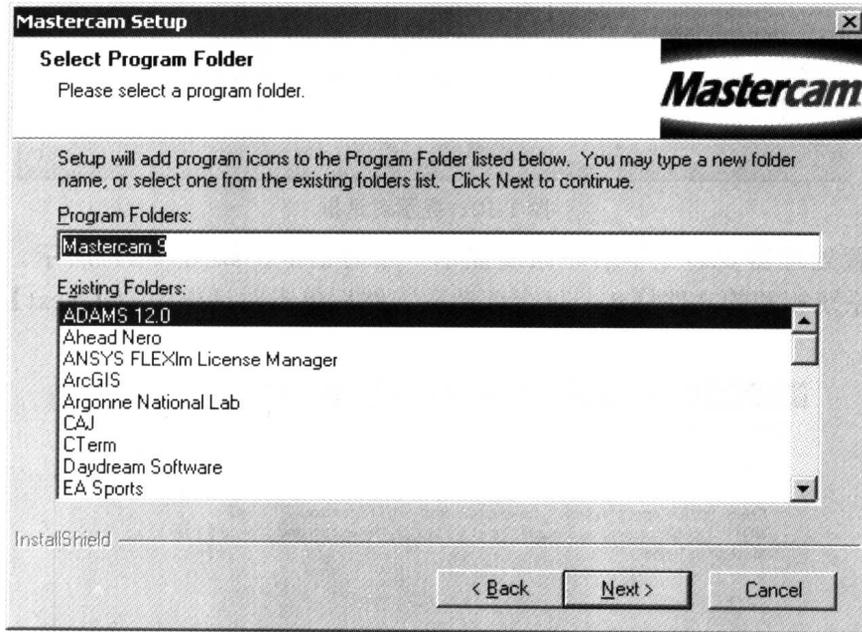

图 1-8 文件夹
8. 系统要求输入安装程序的文件夹名，如图 1-8 所示。接受缺省选项，然后单击【Next】按钮继续安装。